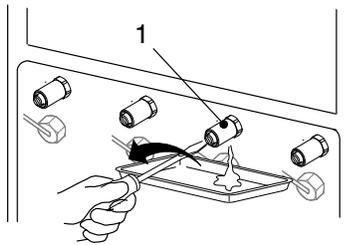

Fig. 3-14
2. Coloque um recipiente sob as válvulas de purga (1, fig. 3-14), que se devam abrir.